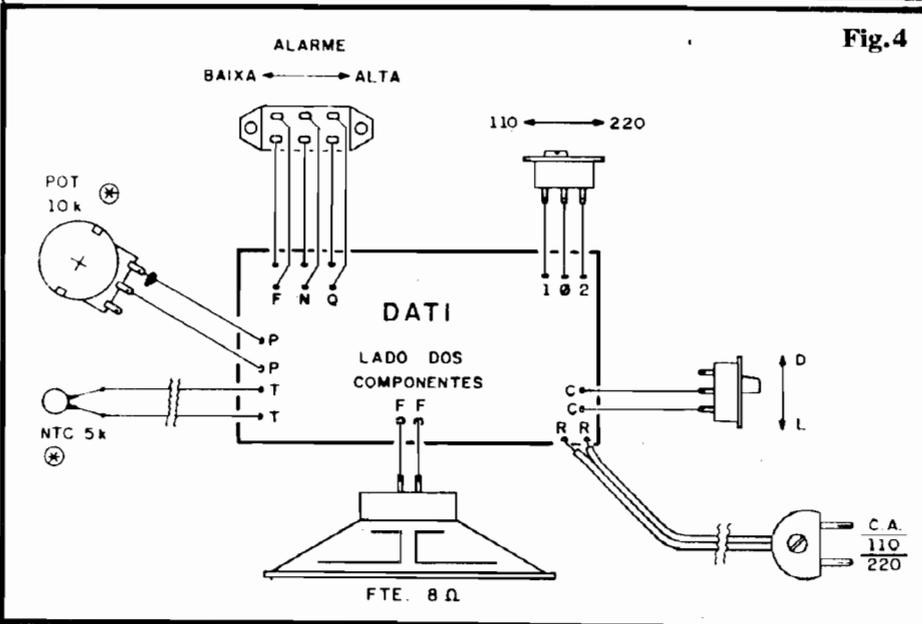

Fig.4
- FIG. 4 - LIGAÇÕES PERIFÉRICAS - As conexões externas à placa são vistas na figura, onde a placa é mostrada pelo seu lado não cobreado (assim como ocorreu na ilustração anterior...). Observar as ligações ao potenciômetro (apenas dois dos seus terminais precisam ser ligados), que é visto pela traseira. Notar as conexões às chaves L-D (liga-desliga) e "110-220" (para adequação à Tensão da rede local), as quais são acompanhadas de setas que indicam inclusive o sentido de acionamento dos controles... O ponto mais importante, contudo, refere-se às ligações da chave de função do alarme (alarme de "baixa" e alarme de "alta", conforme indica a seta de acionamento...): seus 6 terminais devem ser ligados às respectivas ilhas/furos rigorosamente conforme mostrado, já que a mínima inversão nessas conexões "embananará" totalmente o funcionamento do DATI... O NTC (muito provavelmente ligado à placa em condição "remota", por um cabinho paralelo relativamente longo...) e